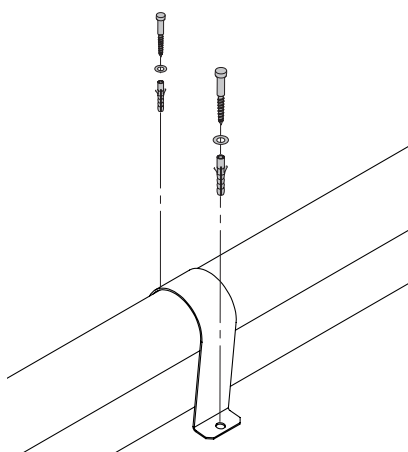

Fig. 44 Fissare i tubi e le fascette nella stiva di stoccaggio
- ▶ Per le sonde più lontane e i tubi più lunghi, entrambi i tubi dovrebbero essere fissati insieme al pavimento della stiva con le clips di fissaggio (accessorio) – Fig. 44.
- ▶ Fissare le sonde e le clips di fissaggio al pavimento con 2 viti da legno a testa esagonale 6x50 e rondelle a U – Fig. 44.